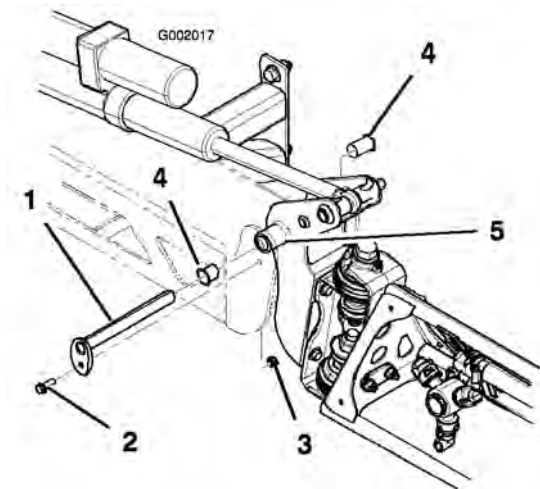

Figura 61
3. Quando il peso della barra è supportato, togliete il bullone e il dado che fissano il perno di articolazione nel gruppo barra (Figura 61). Togliete il perno di articolazione.
5. Togliete le boccole di nylon dal lato frontale e posteriore della staffa orientabile e controllatele (Figura 61). Sostituite le boccole avariate.
7. Montate la barra e la staffa orientabile nel telaio centrale, allineando i fori (Figura 61).